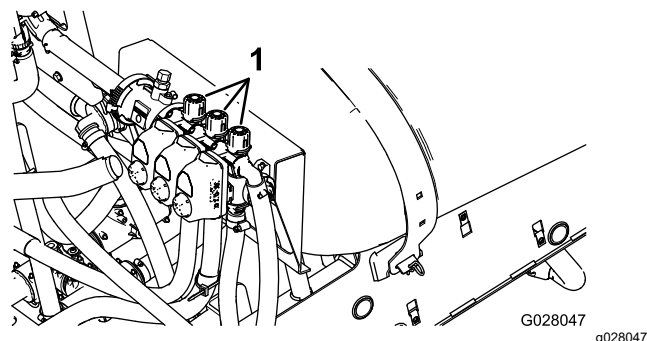

Figure 22
2. Coupez la section gauche et tournez le bouton de dérivation de section (Figure 22) jusqu'à ce que la pression indiquée corresponde à celle réglée précédemment (généralement 2,75 bar).
4. Tournez le bouton de dérivation de la section droite (Figure 22) jusqu'à ce que la pression indiquée corresponde à celle réglée précédemment (généralement 2,75 bar).
6. Tournez le bouton de dérivation de la section centrale (Figure 22) jusqu'à ce que la pression indiquée corresponde à celle réglée précédemment (généralement 2,75 bar).